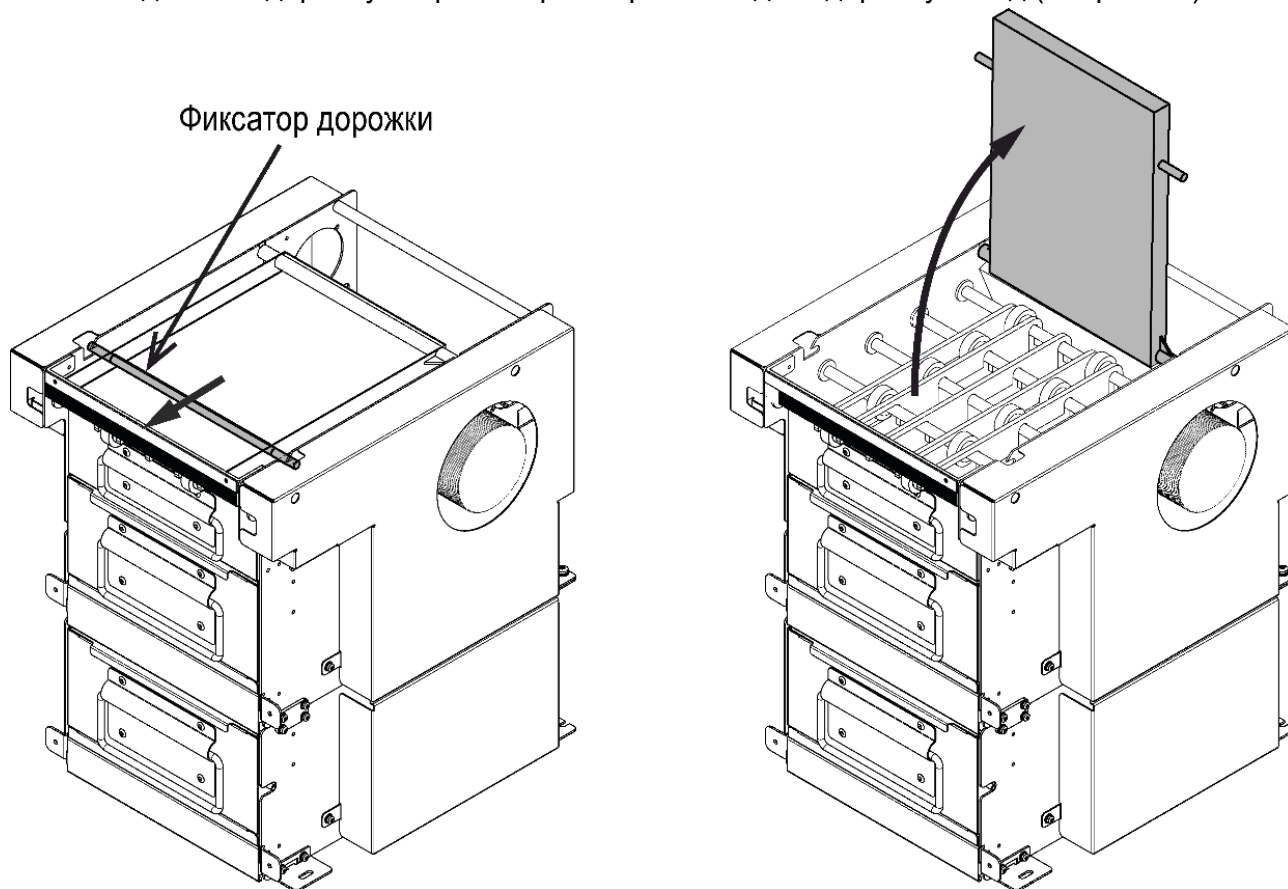

Рисунок 31. Поднятие дорожки транспортировки купюр
- Поднимите дорожку транспортировки купюр. Для этого возьмитесь по середине за фиксатор дорожки и потяните на себя в сторону стрелки (см. рис. 31).
- Поднимите дорожку за фиксатор вверх и отведите дорожку назад (см. рис. 31).